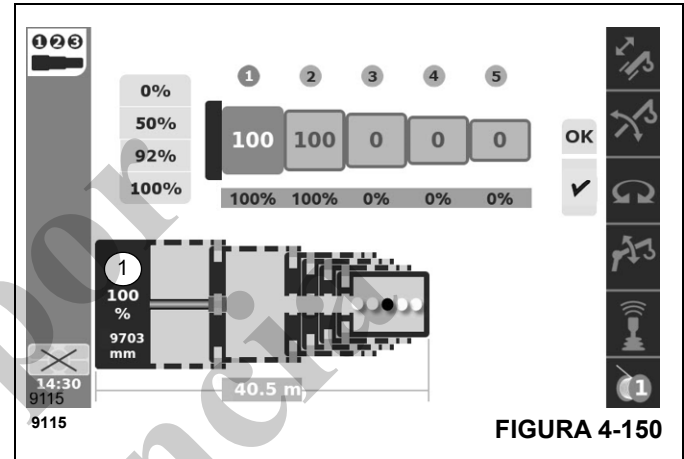
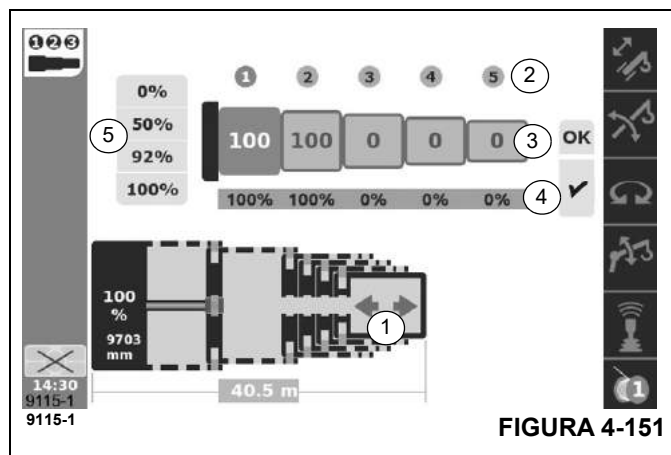

FIGURA 4-150
FIGURA 4-151
La pantalla de semiautomatización (Figura 4-150) de la visualización del funcionamiento muestra un esquema gráfico cerca de la parte inferior de la pantalla que indica el estado actual de la pluma computado por el sistema de control (sin embargo, el operador debe continuar monitoreando el estado físico de la pluma para compararlo con este esquema). En (1), (Figura 4-150), se muestra un 100 % para la posición del cilindro telescópico (sobre el valor de distan-
El ejemplo en (Figura 4-150) muestra el valor de 9703 mm para la extensión del cilindro telescópico dentro de la pluma. Este es el valor del sensor de longitud de precisión. El ejemplo también muestra un valor de 40.5 metros como la longitud de pluma total. El ejemplo muestra que la sección de pluma T2 se ha extendido previamente y se ha bloqueado a 100 % de su ubicación de fijación. Las secciones de pluma restantes están bloqueadas a su 0 % de su ubicación de fijación (y todas se han extendido al extender la sección de pluma T2).
Como se mencionó anteriormente, hay oportunidades en que el sistema de control realiza movimientos automatizados. El ejemplo en (Figura 4-150) muestra algunos puntos al final del esquema gráfico. Estos puntos, así como el punto oscuro circulando de atrás hacia adelante, de izquierda a derecha, indica que los movimientos automatizados se están realizando.
La (Figura 4-151) muestra la misma pantalla cuando el operador puede controlar los movimientos de las secciones de la pluma. En este caso, hay una flecha apuntando hacia la izquierda o derecha, en lugar de los puntos que se muestran en (Figura 4-150). En consistencia con la orientación esquemática, la flecha izquierda indica que la pluma se retrae, la flecha derecha indica que la pluma se extiende. El dispositivo de control (generalmente la palanca de control en la opción estándar de palanca de control) se mueve a la izquierda para retraer la pluma y se mueva a la derecha para extender la pluma (mientras se tiene en mente que solo una sección de pluma se mueve, la sección de pluma a la cual el cilindro telescópico está bloqueado).
Como se destacó en la nota anterior en este documento, las flechas (1), (Figura 4-151), parpadearán en algún punto del proceso telescópico. El parpadeo es una indicación de que ocurrirá un evento de desbloqueo o bloqueo si el operador sostiene la palanca de control en la dirección de esa flecha por al menos un segundo. Si este evento comienza, la pantalla cambiará a puntos, como se describe en (Figura 4-150), de modo que el operador sepa que un movimiento o acción automatizada está ocurriendo nuevamente.
El RCL se debe configurar y activar para tener movimientos automatizados o para tener el control del operador de la función de telescopización. Si se usa la pantalla de introducción del modo de aparejo en la pantalla del RCL (que se accede con el icono '?' en la pantalla del RCL), entonces la acción de telescopización se pausa. Cuando la marca de verificación (4), (Figura 4-151), se utiliza en la pantalla del RCL para reactivar el RCL, entonces se reanuda la acción de telescopización (ya sea en movimiento automático o con el control del operador).
Como se vio en (Figura 4-151), hay un conjunto de valores numéricos en la parte superior de la pantalla, sobre el esquema gráfico de la pluma.
Los valores bajo estos números de indicaciones de secciones de pluma representan la configuración de pluma final que se requiere (o "estado de telescopización objetivo"). La (Figura 4-151) muestra este conjunto de valores como 100-100-0-0-0 (3). Esto significa que T1 se extenderá al 100 % de su ubicación de fijación, T2 se extenderá al 100 % de su ubicación de fijación y las secciones de pluma restantes permanecen retraídas completamente, al 0 % de sus ubicacio-
Segundo, hay un conjunto de valores porcentuales que se muestran bajo los valores de la configuración de pluma final solicitada. En la (Figura 4-151), estos aparecen como 100 %-100 %-0 %-0 %-0 % (4). Esto representa la configuración de pluma computada actual del sistema de control (o "estado de telescopización real"). Esto puede entenderse como lo que a la pluma le agrada "ahora" (pero, como se mencionó anteriormente, el operador debe estar consciente de la pluma física para comparar estos valores). A medida que la pluma entra en funcionamiento, esta configuración de pluma computada cambiará (tal como el gráfico esquemático del sistema de pluma cambiará en la pantalla). Pero el operador debe tener en consideración que la configuración de pluma final solicitada no estará cambiando a medida que la pluma está en funcionamiento (es el destino final para el movimiento de la pluma).
Tercero, hay una lista de porcentajes a la izquierda (0 %, 50 %, 92 %, 100 %) (5), (Figura 4-151). Estos porcentajes son las ubicaciones de fijación disponibles para las secciones de la pluma. Representan una extensión de la distancia a través de la siguiente sección de pluma más larga donde la sección de pluma puede fijarse, por ejemplo, bloqueada a la siguiente sección de pluma más larga que se incluye. El 100 % no es el final del extremo de la siguiente sección de pluma más larga, sino que la ubicación de fijación más lejana que se encuentra disponible (siempre habrá algún traslape entre las secciones de pluma). La lista de porcentajes son botones de comando en la interfaz del sistema de control; se puede destacar un valor y luego usar el botón Intro para seleccionar el valor en la lista efectivamente. Cuando se usa el botón Intro de este modo, se ajustan todos los valores de las secciones de la pluma de la configuración de pluma final solicitada a ese valor. Por ejemplo, si se usa Intro en el botón de 50 %, entonces todos los valores en la fila superior de la pantalla se ajustarán en 50 (con la siguiente configuración de pluma final requerida de 50-50-50-50-50).
- Usando la pantalla de funcionamiento, el botón Intro se usa para marcar la opción OK (Aceptar) que aparece en la pantalla. Esto envía los datos requeridos al sistema de control. Si esta configuración se considera aceptable, aparecerá un signo de verificación bajo OK (como se muestra en la Figura 4-151). Si la configuración no se considera aceptable, una X de color rojo aparecerá en lugar del signo de verificación. Como ejemplo, una configuración de pluma final requerida de 0-50-0-50-0 no se permite (la sección T3 fue "ignorada" por no tener una ubicación de fijación de 0 %).
- Una vez que la sección de pluma es desbloqueada, aparecerán las flechas de dirección telescópica, como se muestra en (Figura 4-151).
- Cuando la sección de pluma T1 esté desbloqueada, las flechas de dirección telescópica derecha e izquierda aparecerán nuevamente (como se muestra en la Figura 4-151).